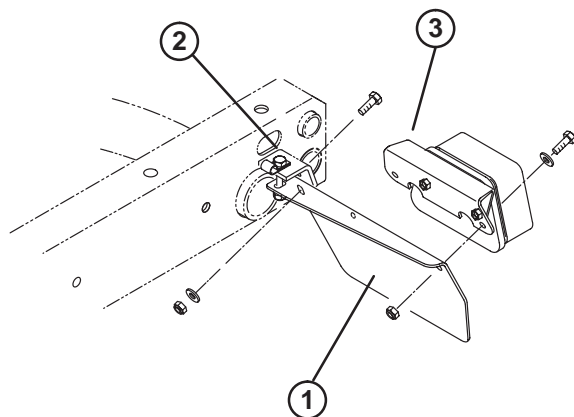

Figure 1
1. Desserrez les contre-écrous et les vis de fixation des plaques de feu de position arrière aux supports droit et gauche du châssis (Fig. 1).
3. Fixez chaque plaque de feu de position arrière au dos des supports du châssis à l'aide d'une vis de 5/16-18 x 1 pouce, d'une rondelle plate de 0,281 pouce de D.I. et d'un écrou, comme illustré à la Figure 1.